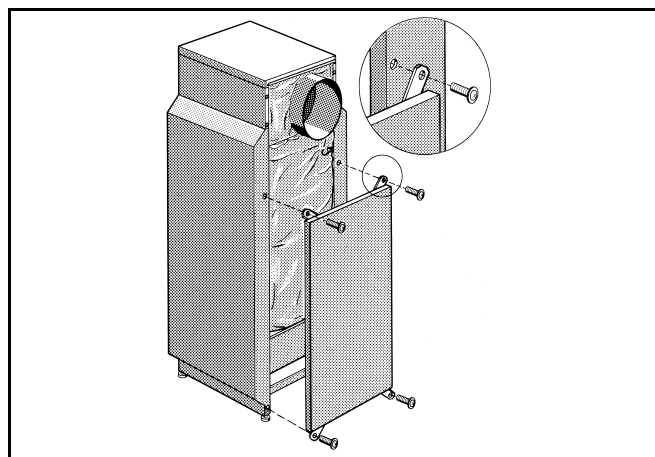

Fig. 23
- Avvitare la parete posteriore della copertura alle pareti laterali destra e sinistra con 1 vite autofilettante per lato (fig. 23).
- Inserire la parete anteriore inferiore fra le pareti laterali ed avvitare le alette ripiegate destra e sinistra con 1 vite autofilettante per lato (fig. 23).